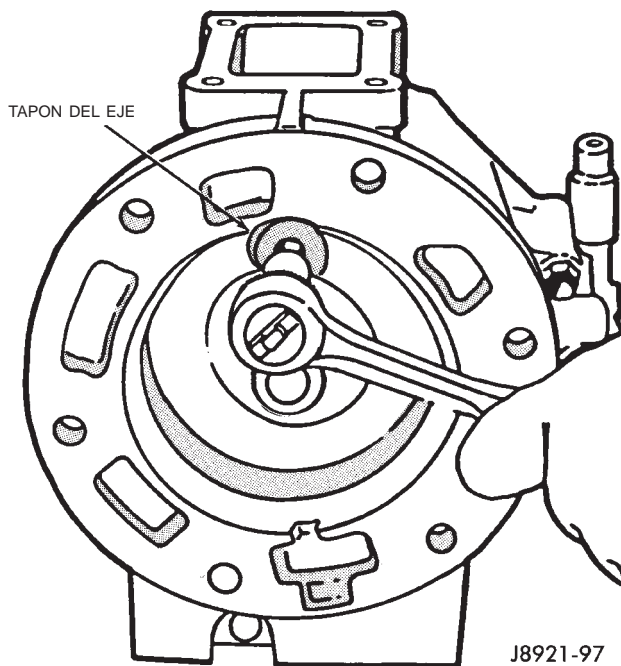

Fig. 45 Instalación del tapón del eje del brazo de cambios
(14) Instale y apriete el tapón del eje del brazo de cambios con una torsión de 18 N·m (13 lbs. pie) (Fig. 45).